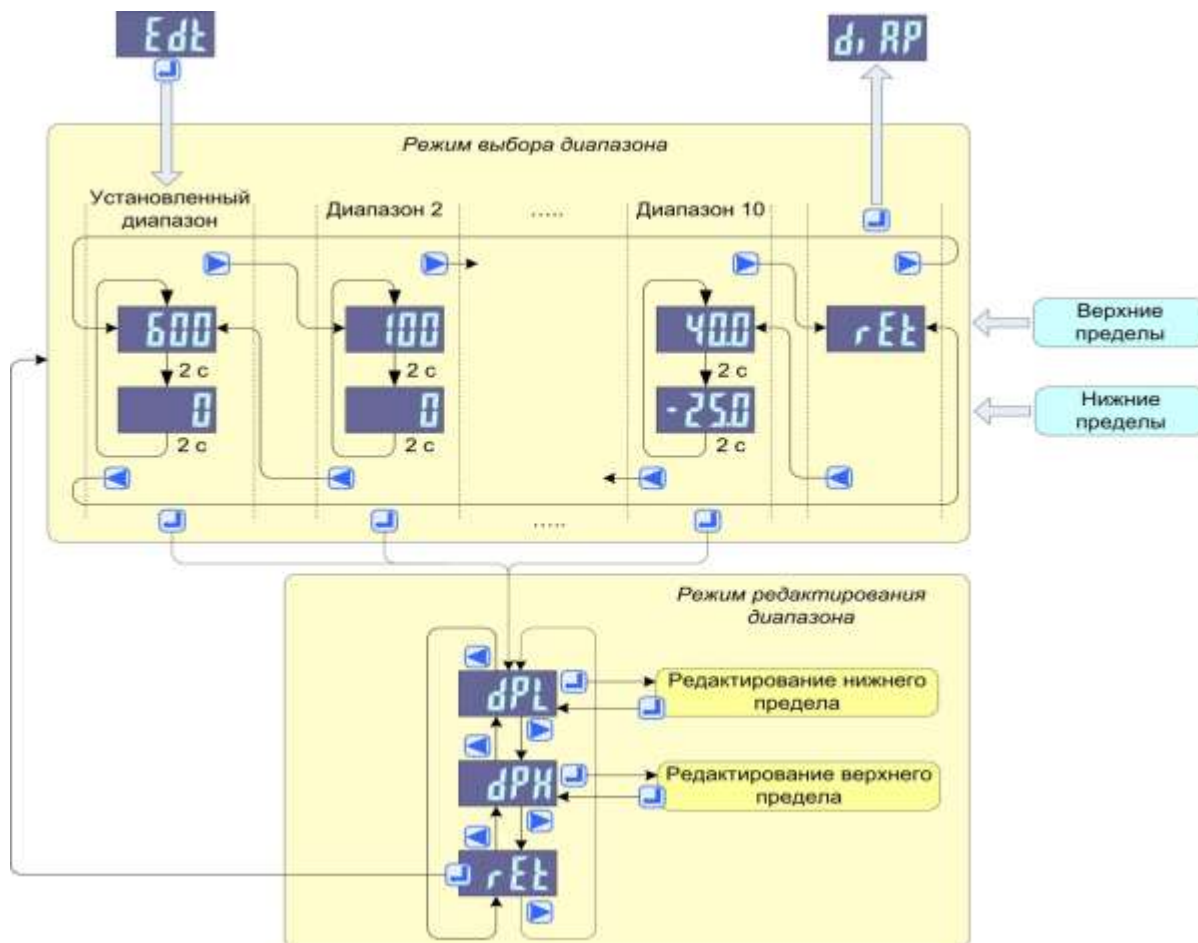

Рисунок 2.24
- выбрать пункт «**Edt**» и нажать кнопку «», в результате прибор перейдет в режим выбора одного из десяти диапазонов (см. рисунок 2.24), при этом на основном индикаторе высветится значение верхнего предела текущего диапазона, а через две секунды – нижнего, еще через две секунды – снова верхнего и т.д.
- «» («») – переход к следующему (предыдущему) диапазону, при этом высвечивается значение верхнего предела (см. рисунок 2.24);
- выбрать требуемый диапазон и нажать кнопку «», в результате программа перейдет в режим редактирования выбранного диапазона (см. рисунок 2.24);